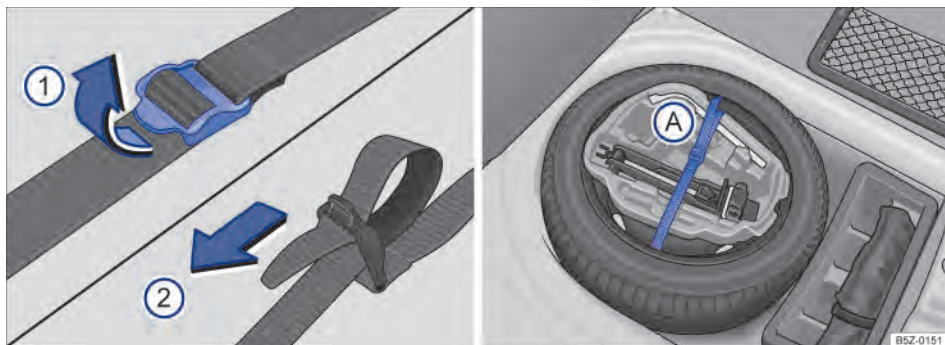

Fig. 160 No compartimento de bagagem: cinta de fixação da caixa de ferramentas e caixa de ferramentas de bordo.
- Para soltar a cinta de fixação ⇒ Fig. 160 , puxar a fivela no sentido da seta .